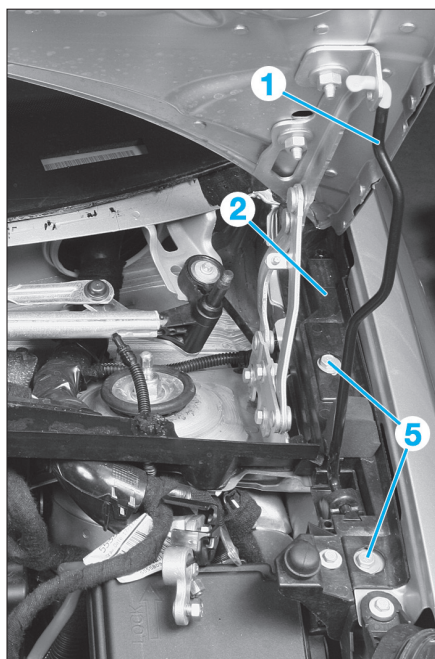

Fig. 7
- Déposer la béquille de soutien du capot moteur (1) (Fig.7).
- Déposer les vis (4).
- Déposer les vis supérieures (5) (Fig.7).